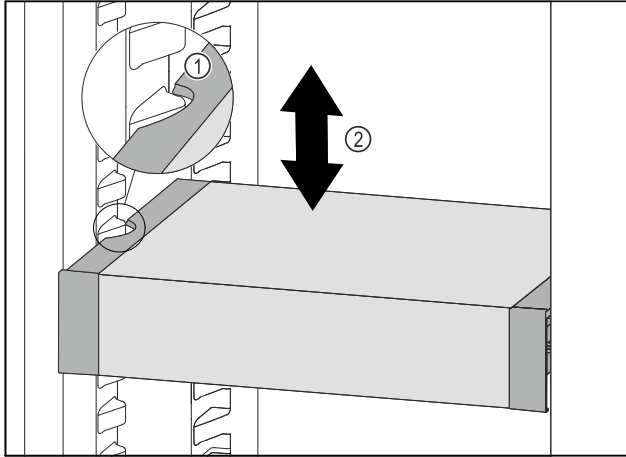

Fig. 131
- ▶ Húzza előrefelé a VarioSafe fiókot annyira, hogy a VarioSafe oldalsó kivágásai a hűtőrészben a tartóborda magasságában legyenek. Fig. 131 (1)
- ▶ A hűtőrészben a VarioSafe fiókot mozgassa felfelé vagy lefelé a kívánt magasság eléréséig. Fig. 131 (2)